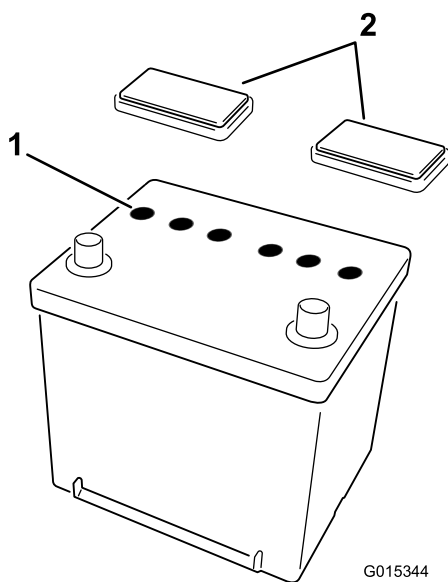

Figura 2
1. Retire los tapones de ventilación de la batería (Figura 2).
3. Instale los tapones de ventilación (Figura 2).